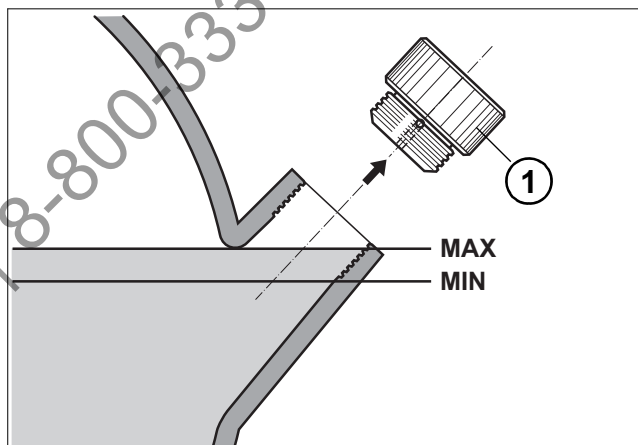

Рис. 7-2
- Залейте максимальное количество масла через горловину на резервуаре и плотно заверните рукой пробку **1** (см. рис. 7-2).